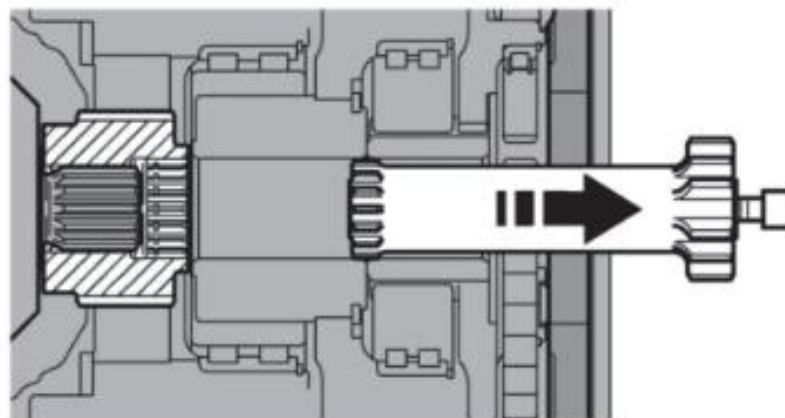

Рисунок 3.138. Извлечение вала редуктора
- Извлечь шлицевой вал солнечной шестерни из бортового редуктора с помощью вкрученного вспомогательного болта М8х80, рис. 3.138.